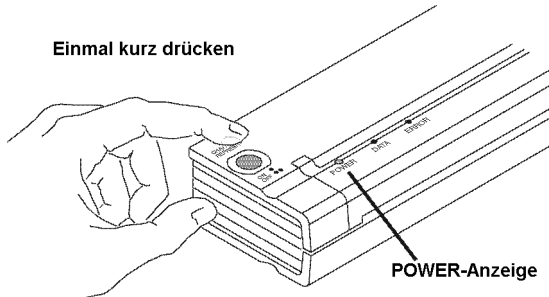

Abbildung 8. Einschalten des Druckers EIN
2. Schalten Sie den Drucker ein, indem Sie einmal kurz den Hauptschalter drücken. Die POWER-Anzeige leuchtet auf. Siehe Abbildung 8.